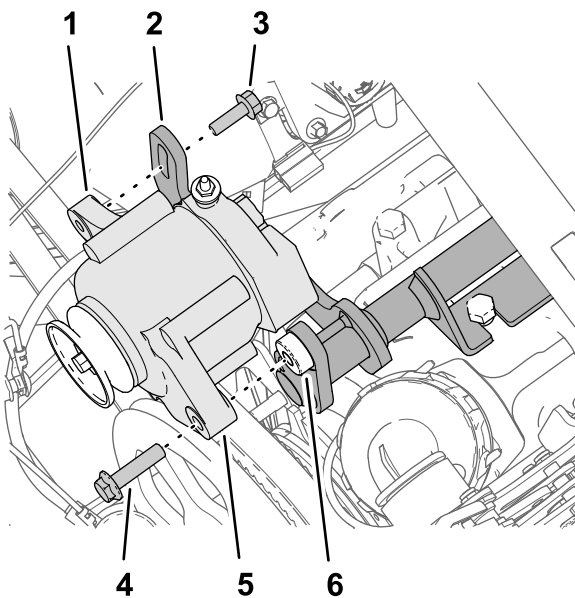

Bild 181
1. Montieren Sie die Lichtmaschine (60 A) mit der Bundkopfschraube (3/8 x 1-1/2") an der Halterung der Lichtmaschine (Bild 181).
2. Montieren Sie den Gewindeflansch der Lichtmaschine mit der Bundkopfschraube (8 mm x 22 mm) am geschlitzten Flansch der Halterung der Lichtmaschine (Bild 181).